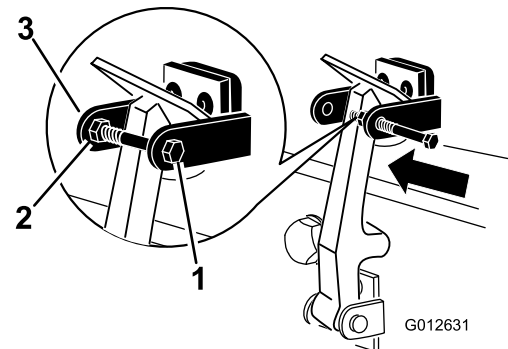

図 10
8. フードラッチブラケットのもう一つのアームにボルトを取り付けてラッチをロックする 図 10。ボルトをしっかりと締め付けるが、ナットは締め付けない。